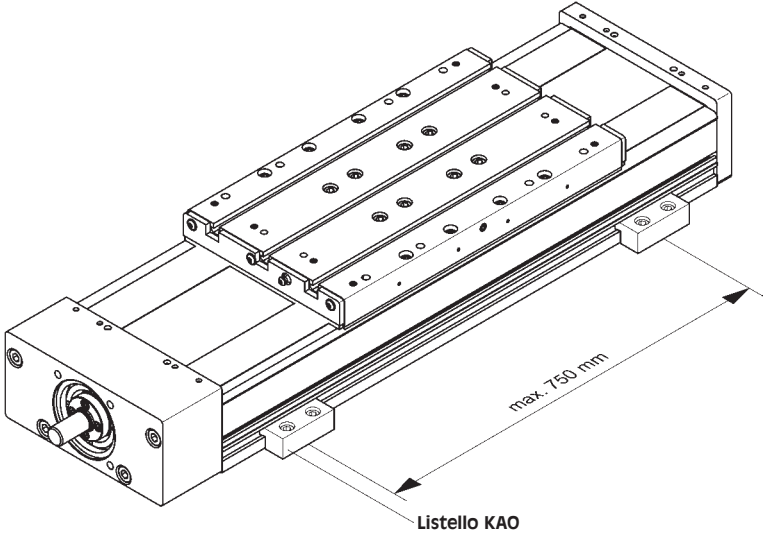

Fig. 3
1. **Fig. 3:** Allentare il rispettivo listello di fissaggio.